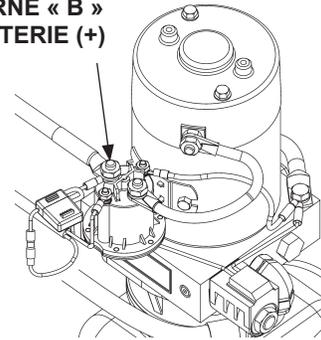

FIG. 38-1
1. Utilisez un voltmètre pour vérifier que la puissance est fournie à la borne du solénoïde « B ». Rechargez la batterie si le voltmètre affiche moins de 12,6 volts (FIG. 38-1).